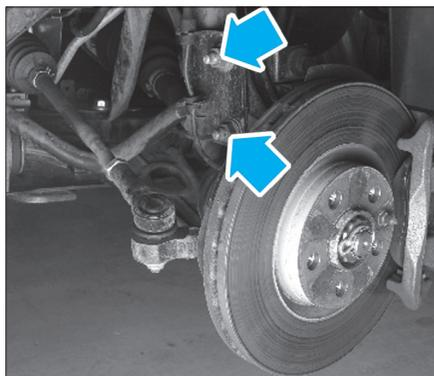

Fig. 2
- Déposer les fixations inférieures d'amortisseur (Fig.2).